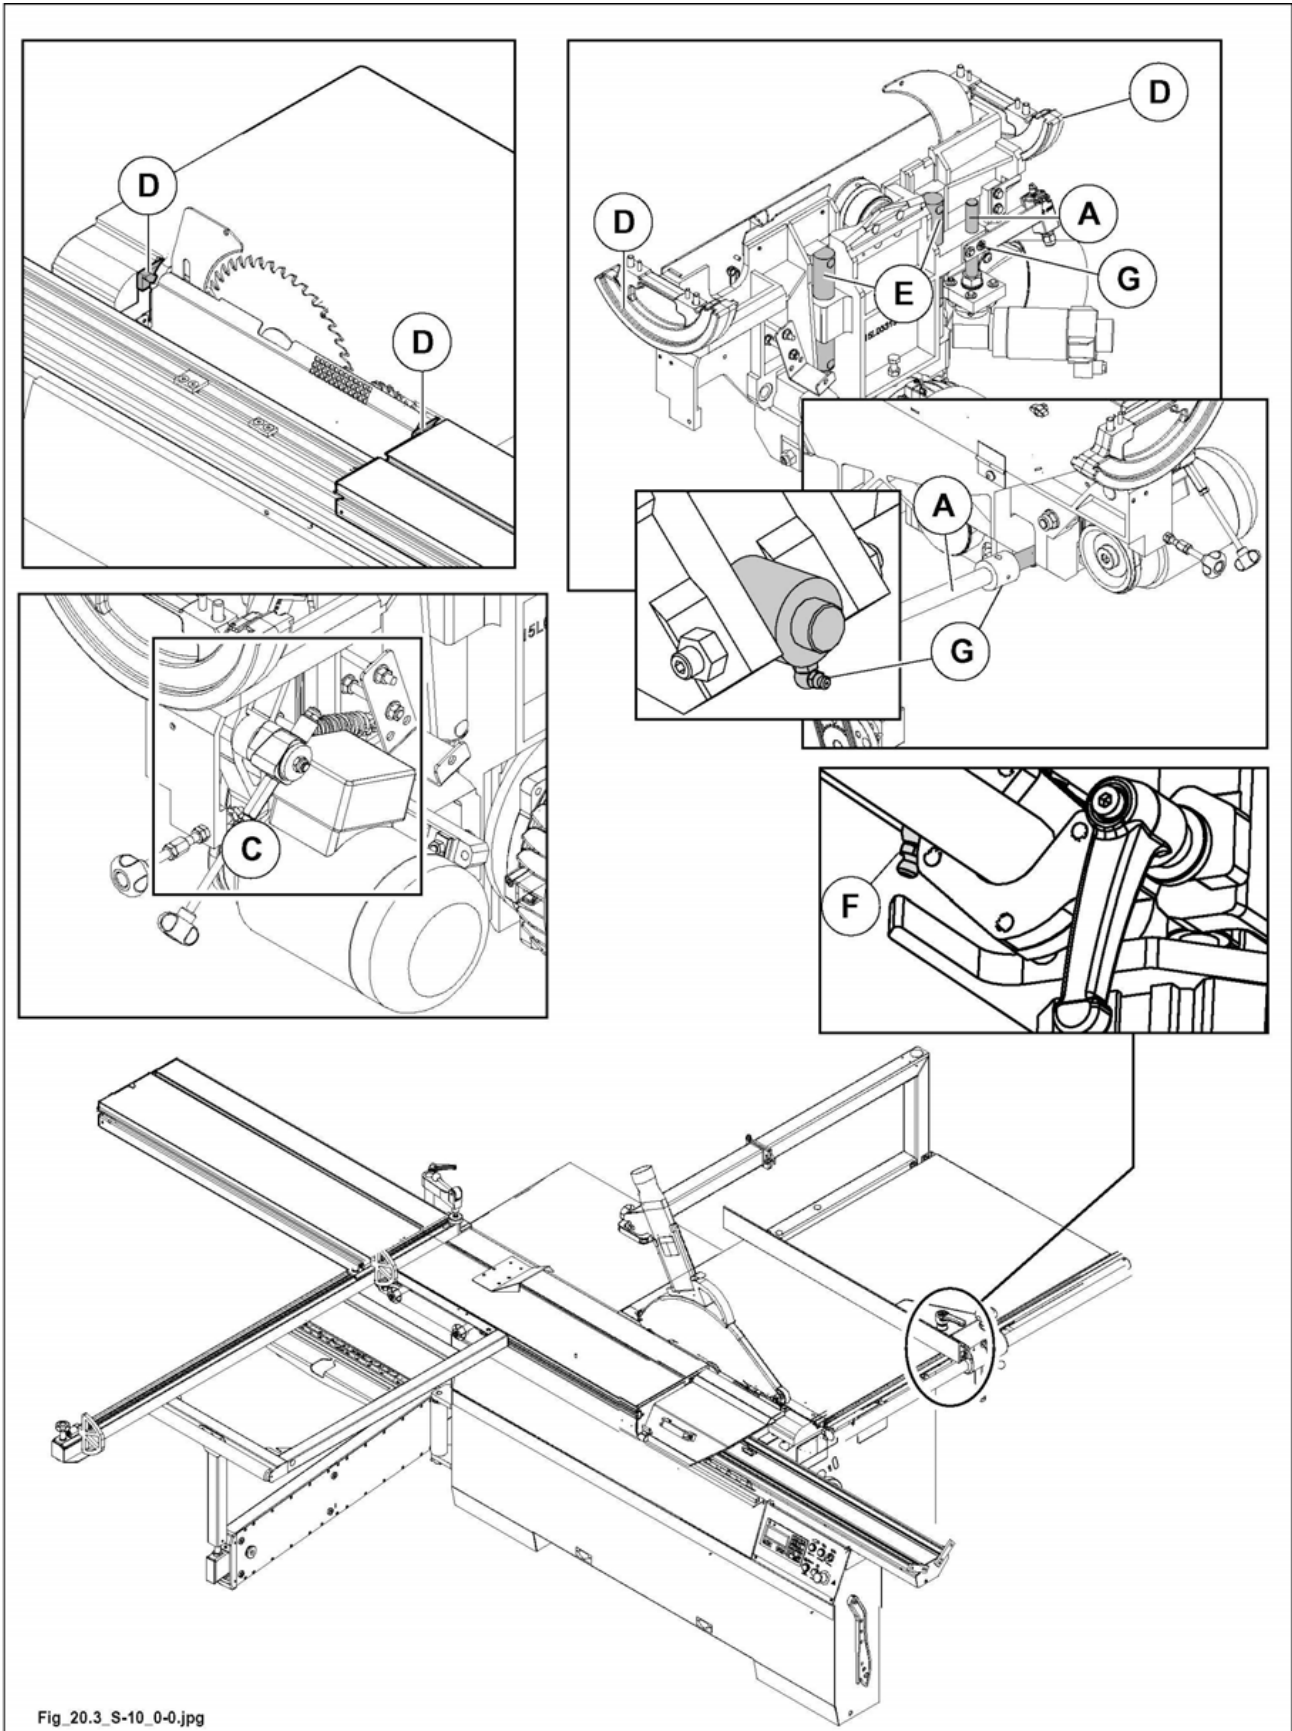

Abb. 20.3
Monatlich die Schraube zur Höhen- und Schrägverstellung des Sägeblattes schmieren: zu diesem Zweck Schmierfett (MOBILUX EP2) in Schmierbüchsen (G Abb. 20.3) mit der mitgelieferten Spritze einsetzen.
Monatlich die motorbetriebene Anschlageneinheit **OPT** schmieren: zu diesem Zweck Schmierfett (MOBILUX EP2) in Schmierbüchsen (F Abb. 20.3) mit der mitgelieferten Spritze einsetzen.
- 1) Die rechte und linke Führung (D Abb.20.3) zur Schrägverstellung des Sägeblattes.
- 2) Führung (E Abb.20.3) zur Höhenverstellung des Sägeblattes.
- 3) Die Verstelleinrichtung des Ritzsägeaggregates (C Abb.20.3).